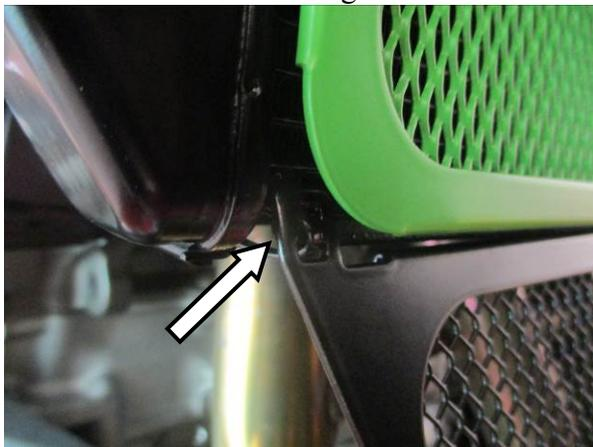

Abbildung 3
- Benutzen Sie die zwei Kabelbinder, um das Gitter am Kühler zu befestigen (wie in Abbildung 3 und 4 abgebildet).